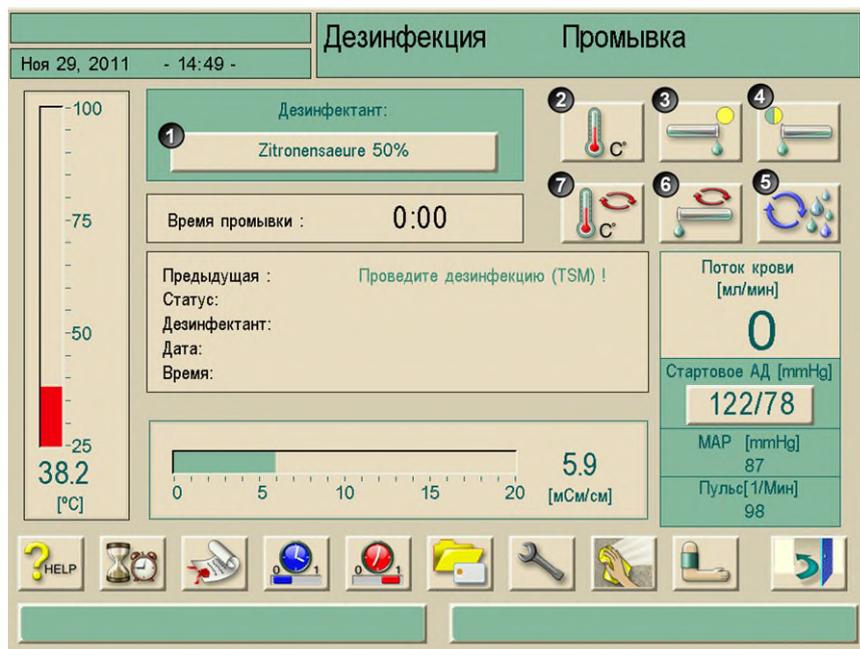

Рис. 11-1 Выбор программы дезинфекции
- Коснитесь иконки в Режиме дезинфекции (см. рис. 11-1).